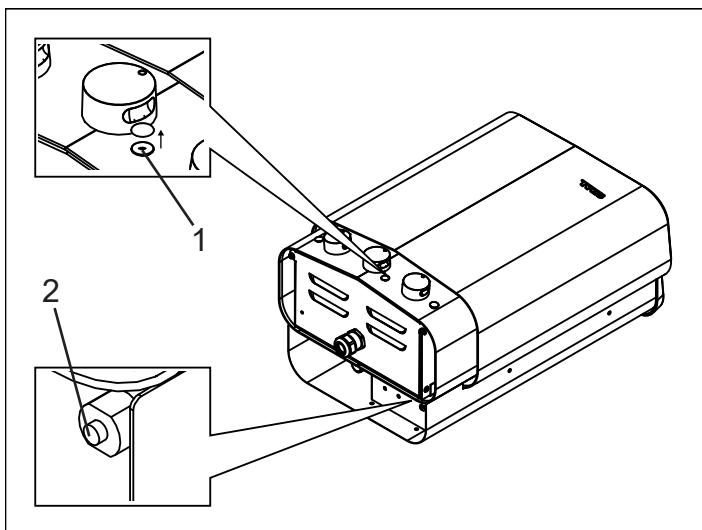

Рис. 8: Сброс температурных выключателей
- **Нагреватель** - Температурный выключатель в нагревателе предназначен для защиты компонентов, трубчатых элементов и деревянных конструкций в сауне от перегрева. Под черной заглушкой на передней части нагревателя справа от регулятора термостата расположена красная кнопка сброса, которая должна находиться в нажатом положении (см. рис. 8). В случае срабатывания выключателя, кнопка зафиксируется в неподвижном положении и после перезапуска «отщелкнет». В случае если срабатывания выключателя не произошло, то после перезапуска кнопка будет пружинить.
- **Резервуар для воды** - Температурный выключатель в резервуаре предназначен для защиты нагревательного элемента от выпаривания досуха. Под нагревателем расположена красная кнопка сброса, которая должна находиться в нажатом положении (см. рис. 8). В случае срабатывания выключателя, кнопка зафиксируется в неподвижном положении и после перезапуска «отщелкнет». В случае если срабатывания выключателя не произошло, то после перезапуска кнопка будет пружинить.